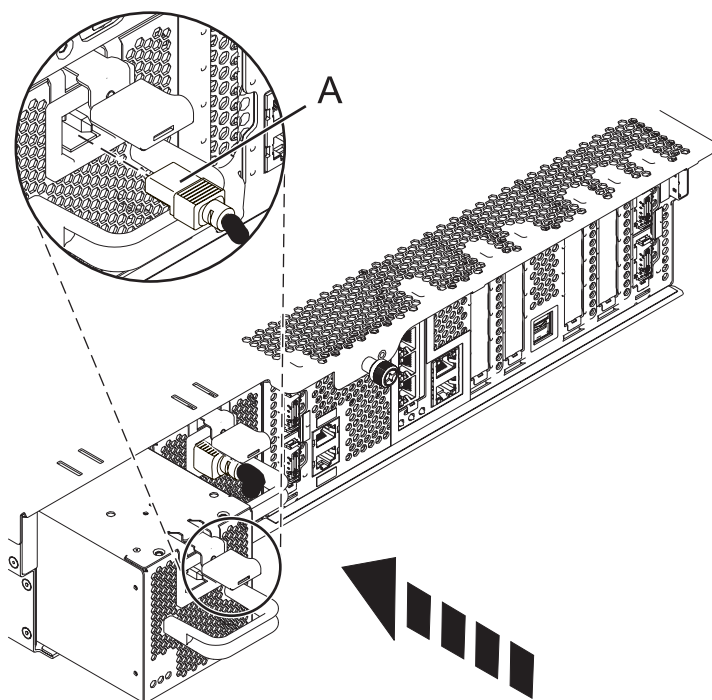

Figure 7. Remplacement d'une alimentation électrique
2. Insérez la nouvelle alimentation électrique dans le système jusqu'à ce que le taquet de verrouillage s'emboîte dans son logement comme indiqué à la figure 7, à la page 11.
3. Rebranchez le câble d'alimentation (A) à l'avant du bloc, comme indiqué à la figure 7.